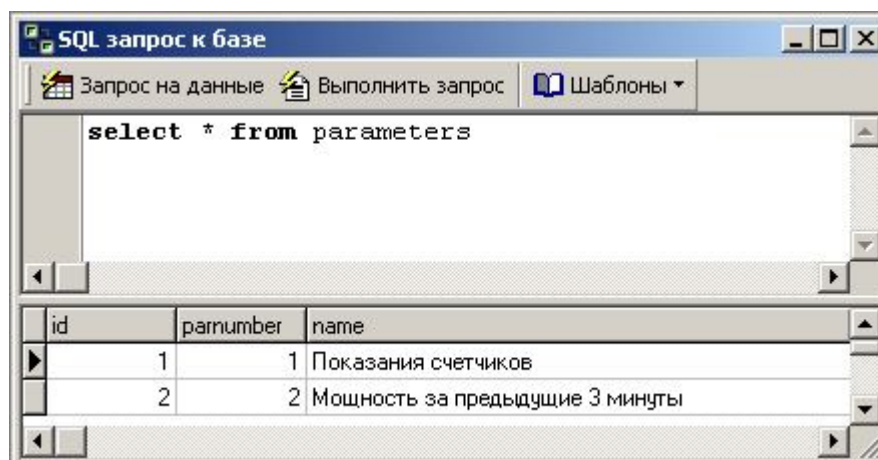

Рисунок 42 - Окно «SQL запрос к базе».
- SQL запросы (см. рисунок 42)